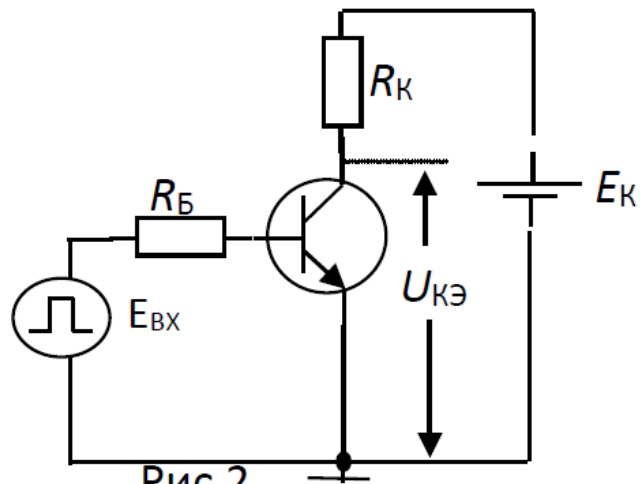

Рис.2
2. В схеме рис.2 $E_k = 10 \text{ В}$; $R_k = 10 \text{ Ом}$; $R_b = 200 \text{ Ом}$; $\beta = 50$.